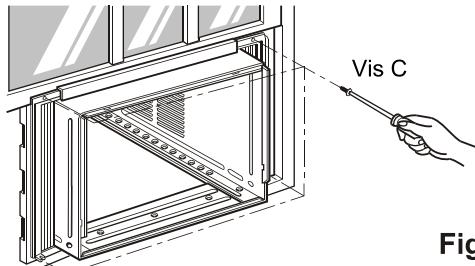

Fig. 6
9. Fixez chaque volet d'étanchéité ③ à la coulisse de châssis à l'aide de vis de type C. ④ (Fig. 6)